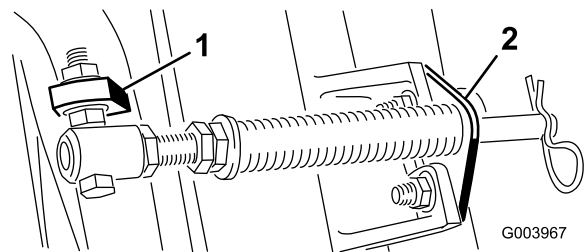

**Figure 5**
A. Retirez les 2 boulons de carrossiers et les écrous de fixation du support de tige aux pattes du plateau de coupe (Figure 5).
B. Retirez l'écrou à embase qui fixe la vis du tube de ressort à la patte du bâti porteur (Figure 5). Déposez l'ensemble.